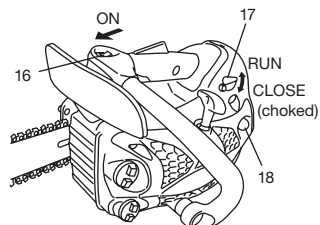

Fig. 10
### Démarrage (Fig. 10, 11)
1. Placez le commutateur "marche-arrêt" (16) en position "marche" (ON). "Presser la poire de la pompe d'amorçage (18) (si la machine en est munie) à plusieurs reprises pour que le carburant puisse s'écouler vers le carburateur (Fig. 10).
2. Poussez le levier d'étranglement (17) à fond vers le bas. Cette opération permettra de verrouiller automatiquement le papillon du carburateur dans la position de démarrage. (Fig. 10)
3. Tirer vivement sur la poignée du lanceur à retour automatique (6), ne pas relâcher la poignée brusquement mais d'accompagner son retour (Fig. 10).
4. Lorsque vous entendez que le moteur va démarrer, tirer la gachette d'accélérateur (20) avec la gachette de sécurité pressée (19). Le papillon des gaz passe ainsi de la position de démarrage à la position de fonctionnement et ramène automatiquement le levier d'étranglement en position de fonctionnement. (Fig.10, 11)